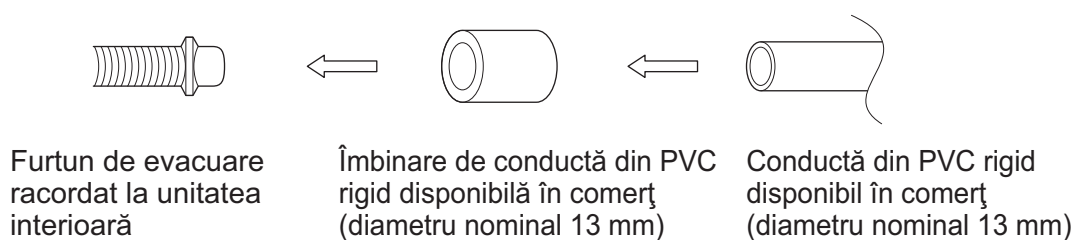

Fig. 19
- Când racordați direct o îmbinare din PVC rigid (diametru nominal 13 mm) la furtunul de evacuare racordat la unitatea interioară (de exemplu pentru tubulatura încastrată, etc.), utilizați o îmbinare din PVC rigid disponibil în comerț (diametru nominal 13 mm). (Consultați Fig. 19)